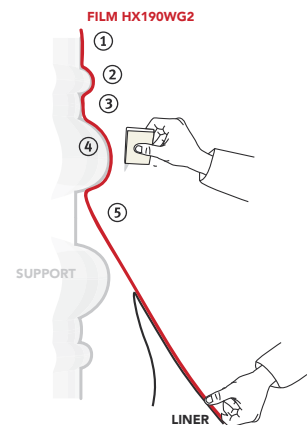

Figure 07
- › Retirer progressivement le liner en maintenant une tension vers le bas (FIG. 07).
- › Commencer à appliquer le creux ① puis le relief ② et ensuite le creux ③.
- › Remonter sur l'ondulation suivante ④ puis continuer ⑤ jusqu'à la pose complète.